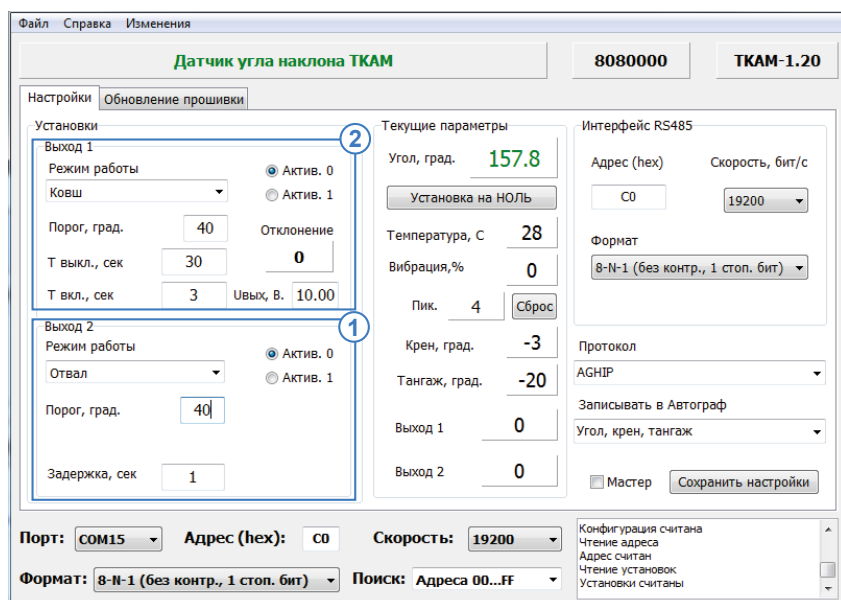

Рис.14. Настройка режимов «Отвал» и «Ковш».
**Для режимов «Отвал» и «Ковш» настройте следующие параметры (Рис.14, п.1, п.2):**